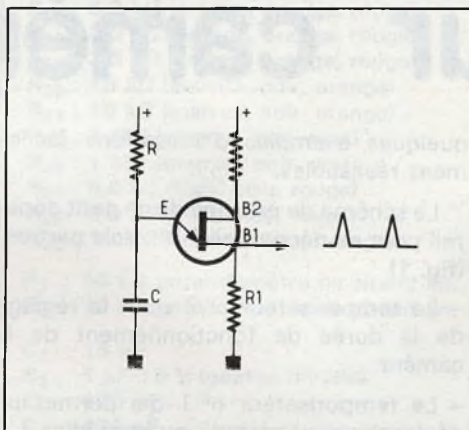

Fig. 4. - Schéma de base d'un oscillateur à UJT.
b) L'oscillateur à UJT (unijonction) (fig. 4)